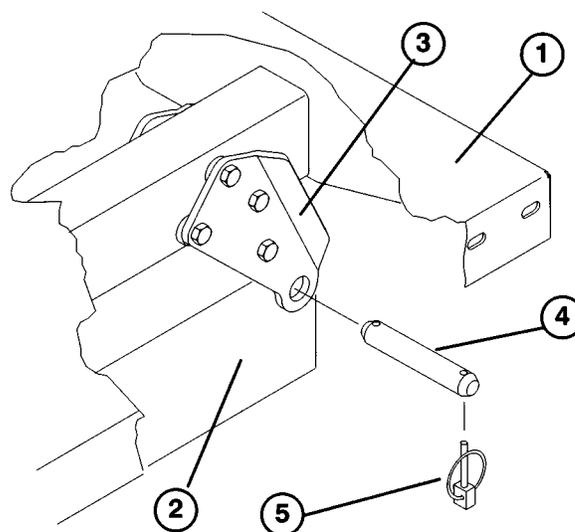

Figure 2
3. Enlever les axes de chape qui fixent les extrémités des tiges des vérins aux plaquettes de montage du plateau en poussant les axes vers l'intérieur (Fig. 2).
4. Enlever les clavettes et les axes de chape qui fixent les pattes d'articulation aux profilés du châssis (Fig. 2).
NOTE: s'assurer que les plaquettes d'articulation arrière sont boulonnées au châssis/profilé du plateau de telle sorte que l'extrémité inférieure soit dirigée vers l'arrière (Fig. 2).